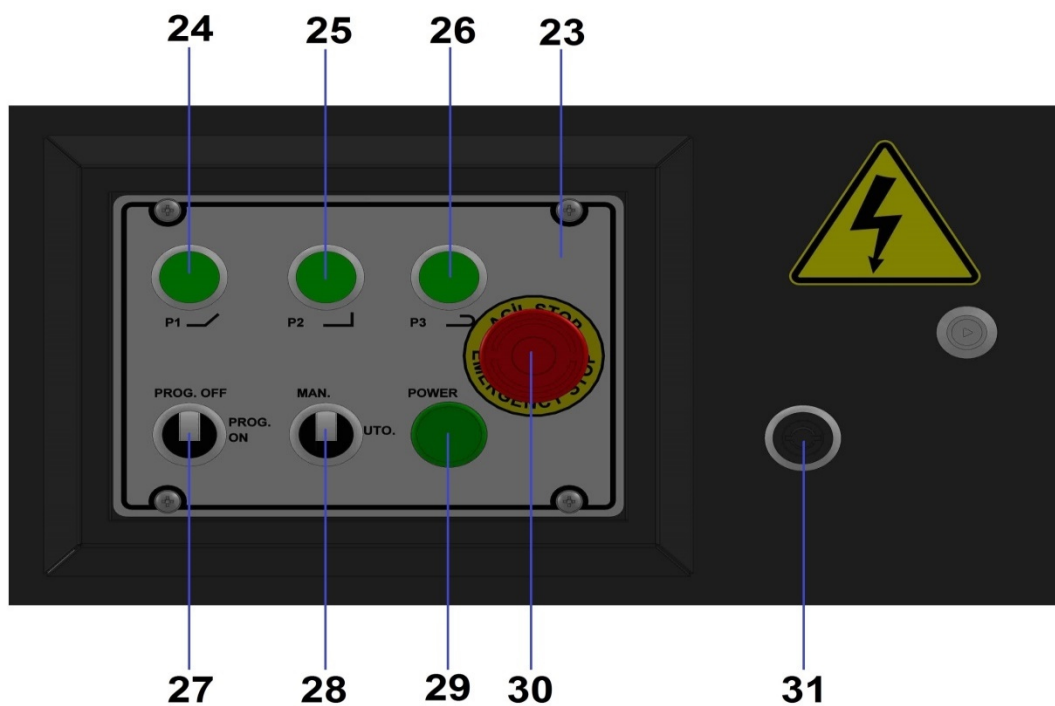

Abbildung 5: 220V Manuelle Steuerungstasten
- Passen Sie die Arbeitsgeschwindigkeit der Maschine mithilfe des Potentiometers (s. Abb. 5, Pos. 31) an. Bei einer Reduzierung der Geschwindigkeit verringert sich die Drehgeschwindigkeit des Biegetellers, während die Maschinenleistung steigt. Wird die Geschwindigkeit erhöht, erhöht sich die Rotationsgeschwindigkeit des Biegetellers, was zu einer geringeren Maschinenleistung führt.